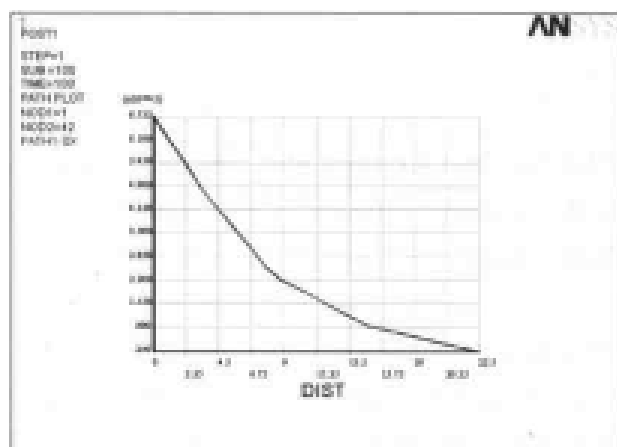
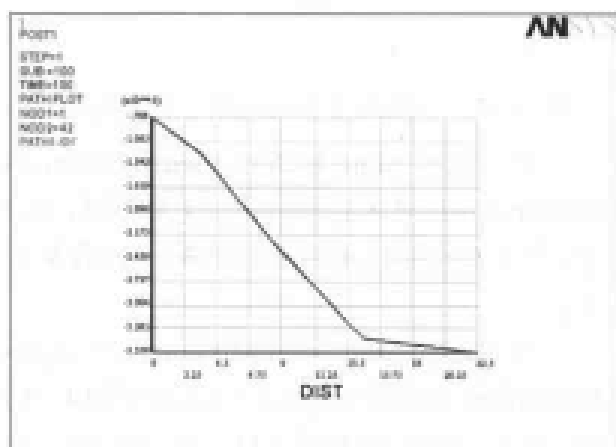

图 13-151 液滴中心轴线上径向应力变化曲线
图 13-152 液滴中心轴线上轴向应力变化曲线
(4) 选择 Main Menu | General Postproc | Path Operations | Plot Path Item | On Graph 命令, 出现 Plot of Path Items on Graph 对话框, 在 Lab1-6 Path Items to be graphed 列表框中选择 Path1-sx 选项, 单击 OK 按钮, ANSYS 显示窗口显示沿路径 1 (液滴中心轴线上) 的径向应力变化曲线, 如图 13-151 所示。
(5) 选择 Main Menu | General Postproc | Path Operations | Map onto Path 命令, 出现 Map Result Items onto Path 对话框, 在 Lab User label for item 文本框中输入 path1-sy; 在 Item,Comp Item to be mapped 的两个列表框中分别选择 Stress、Y-direction SY 选项, 单击 OK 按钮关闭该对话框。
(6) 选择 Main Menu | General Postproc | Path Operations | Plot Path Item | On Graph 命令, 出现 Plot of Path Items on Graph 对话框, 在 Lab-6 Path Items to be graphed 列表框中选择 Path1-sy 选项, 单击 OK 按钮, ANSYS 显示窗口显示沿路径 1 的轴向应力变化曲线, 如图 13-152 所示。